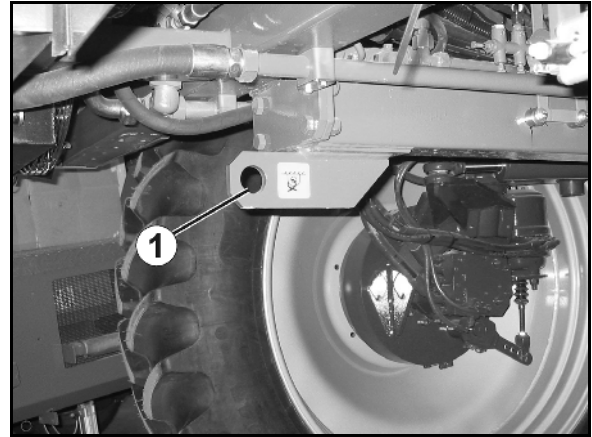

Fig. 3
- 1 Forreste fastsurringspunkt (Fig. 3/1)